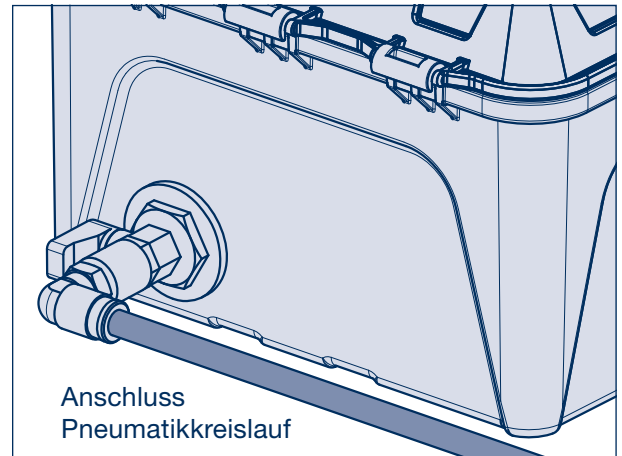

Bild 31
- [1] Zuleitungen (\varnothing 8 x 1 mm PA-Leitung) zur AirSave Control Box (siehe Bild 31) bei Achsen mit Luftfederung direkt an den Lufttank der Luftfederung des Trailers anschließen.